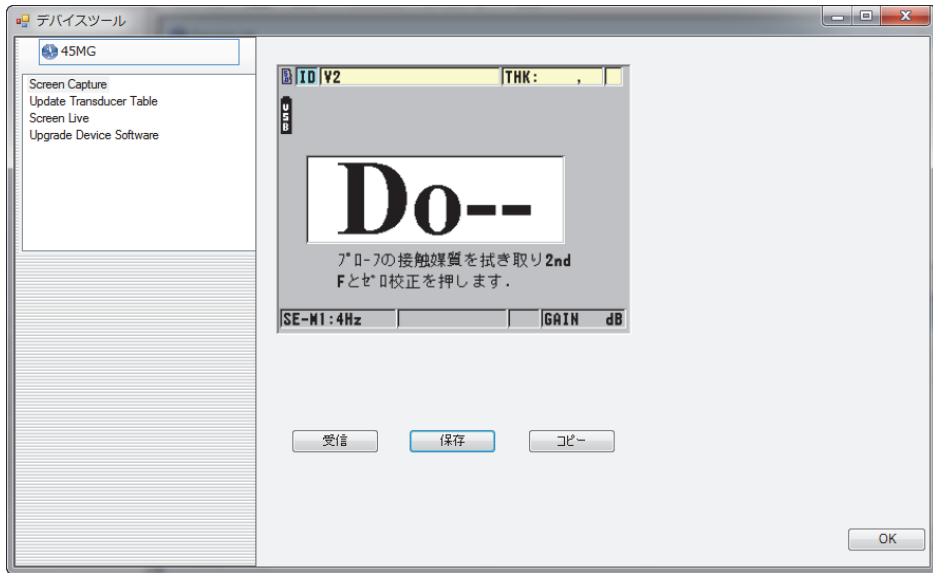

図 11-5 画面キャプチャ機能のあるデバイスツールダイアログボックス
- b) **Device Tools** (デバイスツール) ダイアログボックス (199 ページの図 11-5 を参照) で、**Screen Capture** (画面キャプチャ) を選択し、**Receive** (受信) をクリックします。